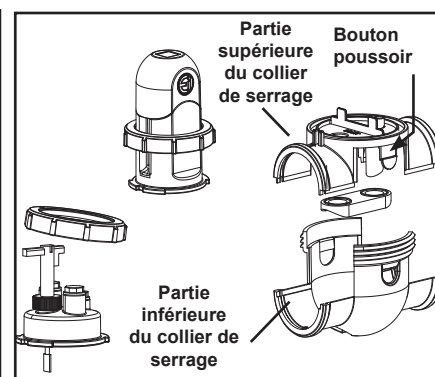

Figure 6. Démontage de la cellule et du capteur
4. Dévisser l'anneau de blocage de la cellule et du capteur pour les retirer de la partie inférieure du collier (Voir Figure 6).
5. Appuyer sur les deux (2) boutons poussoirs situés sur chaque côté de la partie supérieure du collier de serrage pour séparer la partie inférieure de la partie supérieure (Voir Figure 6).